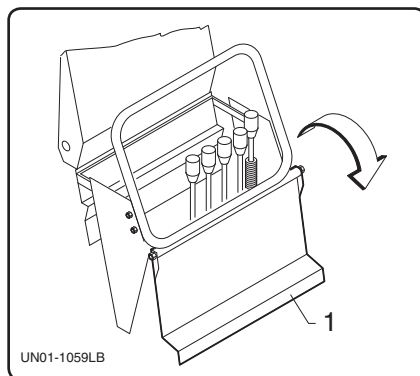

fig. 6.8.2
- Aprire il coperchio "1" fig. 6.8.2 (se presente).
- Open the cover "1" fig. 6.8.2 (if present).